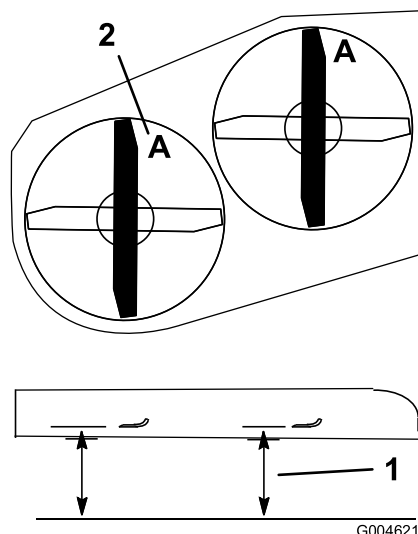
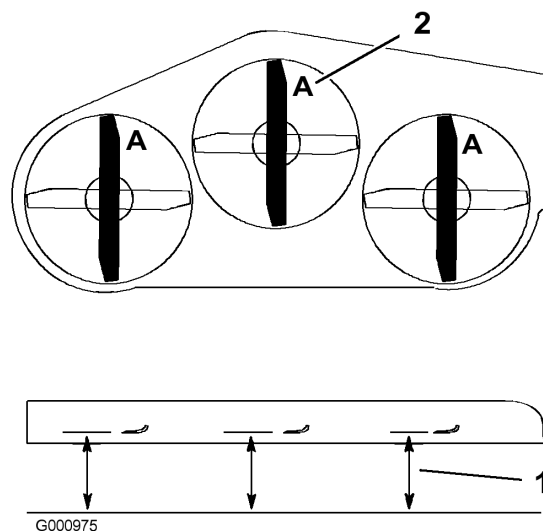

Figure 54
Figure 55
14. L'avant de la lame droite (Figure 54 ou Figure 55) doit être à la même hauteur que l'avant de la lame gauche.
3. Tournez les lames dans le sens longitudinal (Figure 54 ou Figure 55). Mesurez la distance entre la surface plane et le tranchant (position A) des lames (Figure 54 ou Figure 55) et notez cette valeur.